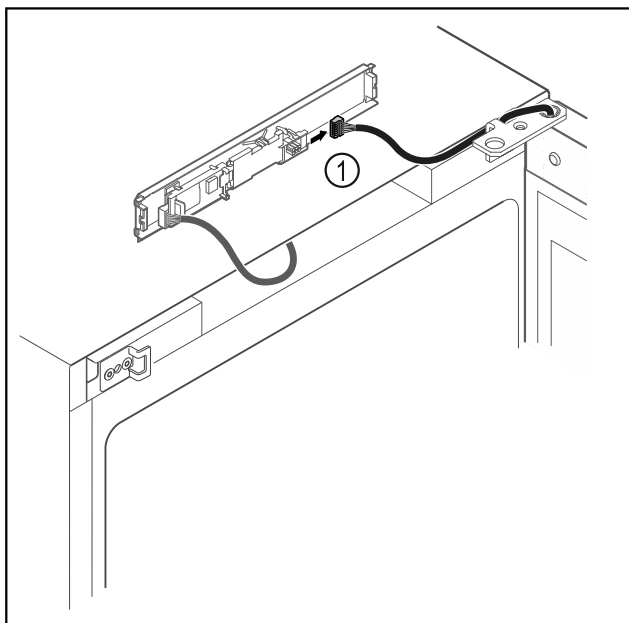

Fig. 14
- ▶ Odvojite utikač Fig. 14 (1) od tiskane pločice.